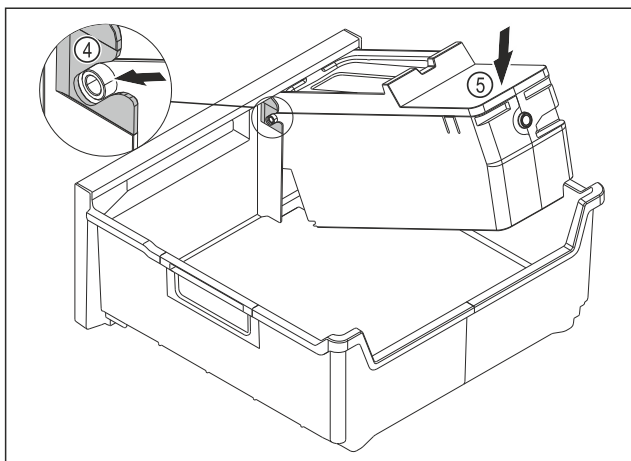

Fig. 116
- ▶ Izvadite tijelo sustava EasyTwist-Ice: Umetnite osovine tijela sustava EasyTwist-Ice u vodilice Fig. 116 (4).
- ▶ Pritisnite tijelo sustava EasyTwist-Ice Fig. 116 (5) otraga prema dolje.